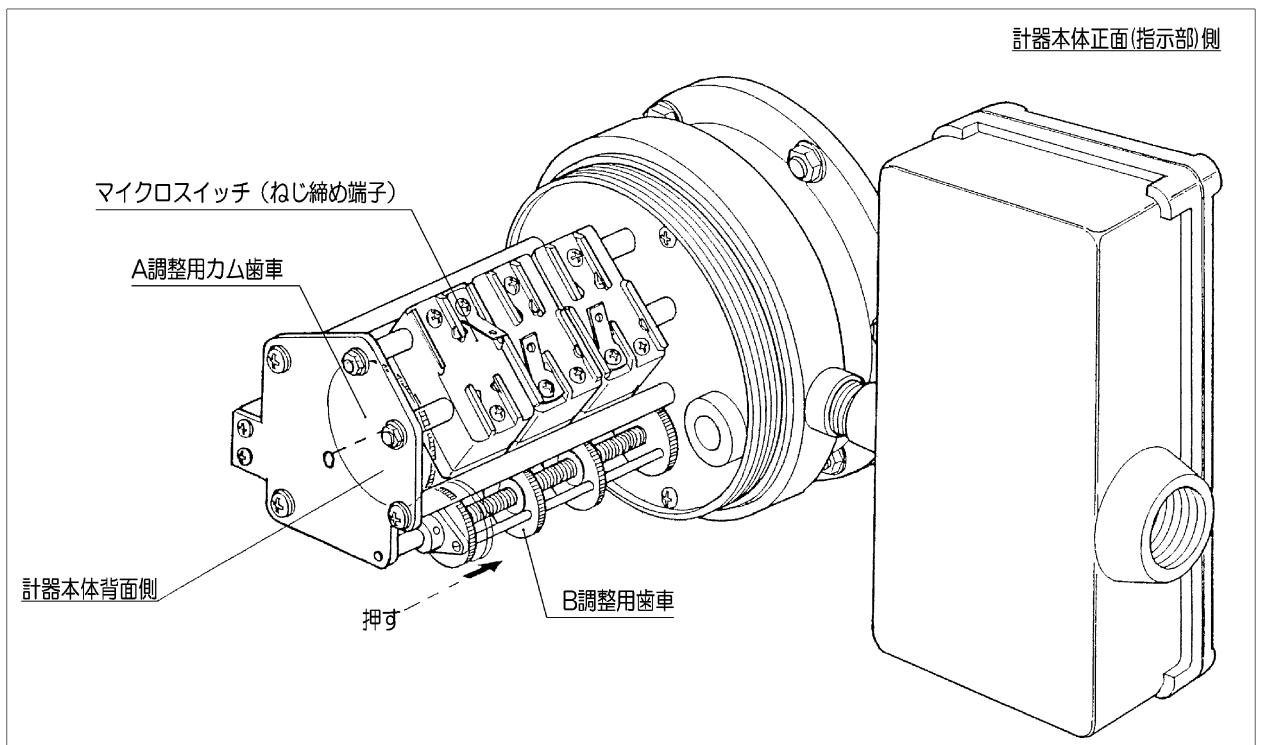

図10.XT 接点の調整
- 6.3.2. 計器背面に正対し、計器本体背面の発信器カバーを外します。発信器に組み付いているマイクロスイッチに貼付されている接点識別で調整する部分を確認し、B調整用歯車を矢印方向に押し、A調整用カム歯車との噛み合いを解除してカムが手で操作可能な状態にします。（図10）